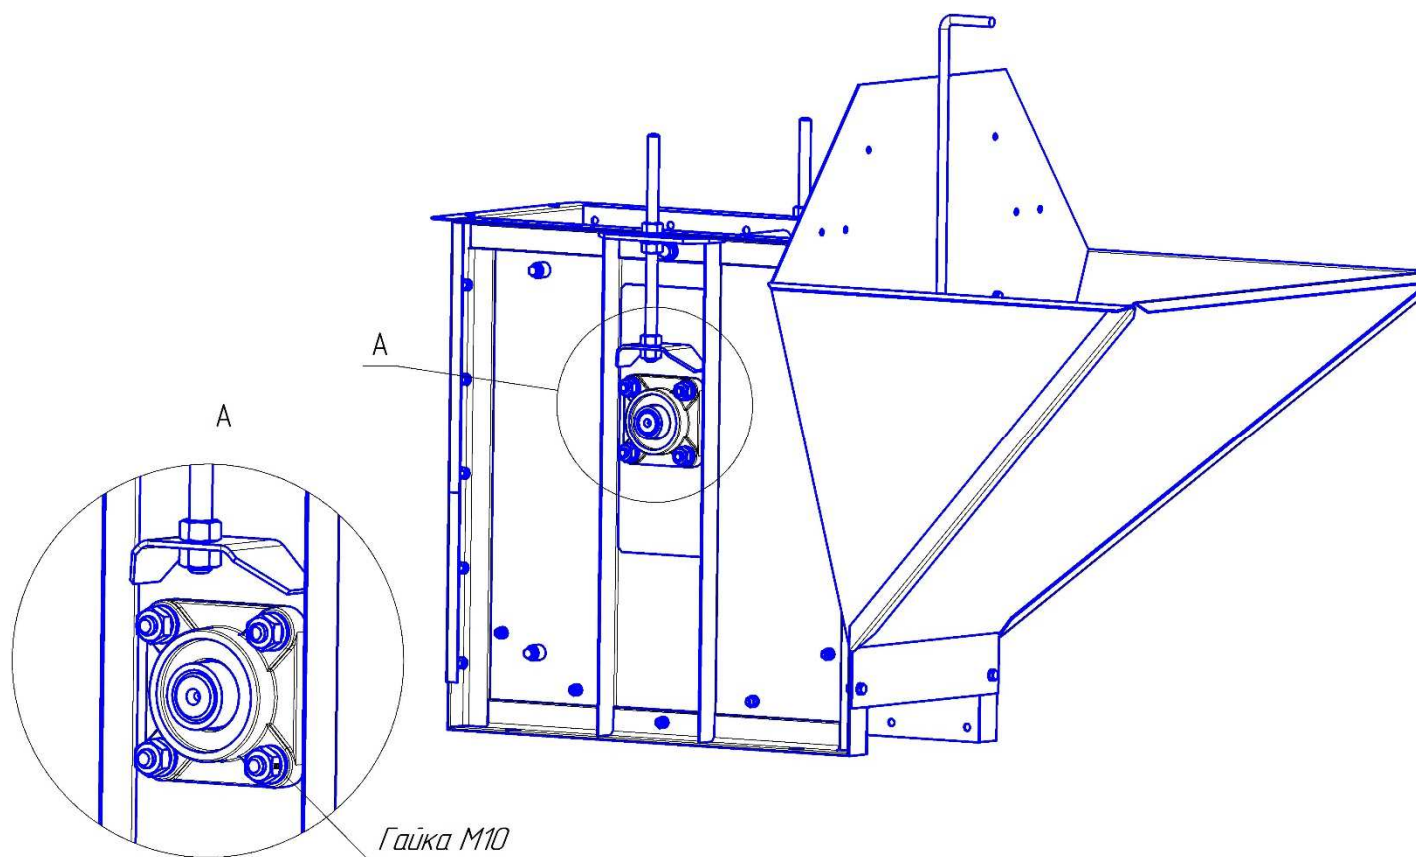

Рис.4
- 5.2 Перед регулировкой натяжения ленты нории необходимо **прежде всего ослабить все гайки (М10) подшипников нижнего барабана** нории. По окончании регулирования натяжения ленты эти гайки следует снова затянуть. (Рис.4)